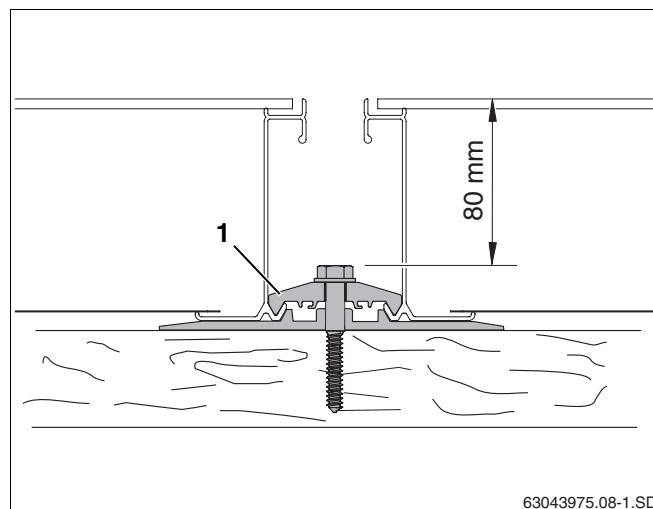

Fig. 28 Atornillar el elemento de sujeción bilateral
- Apriete el tornillo del elemento de sujeción bilateral (fig. 28, **pos. 1**). Utilice para ello una llave de tubo de tamaño 10 y de 80 mm de longitud como mínimo.